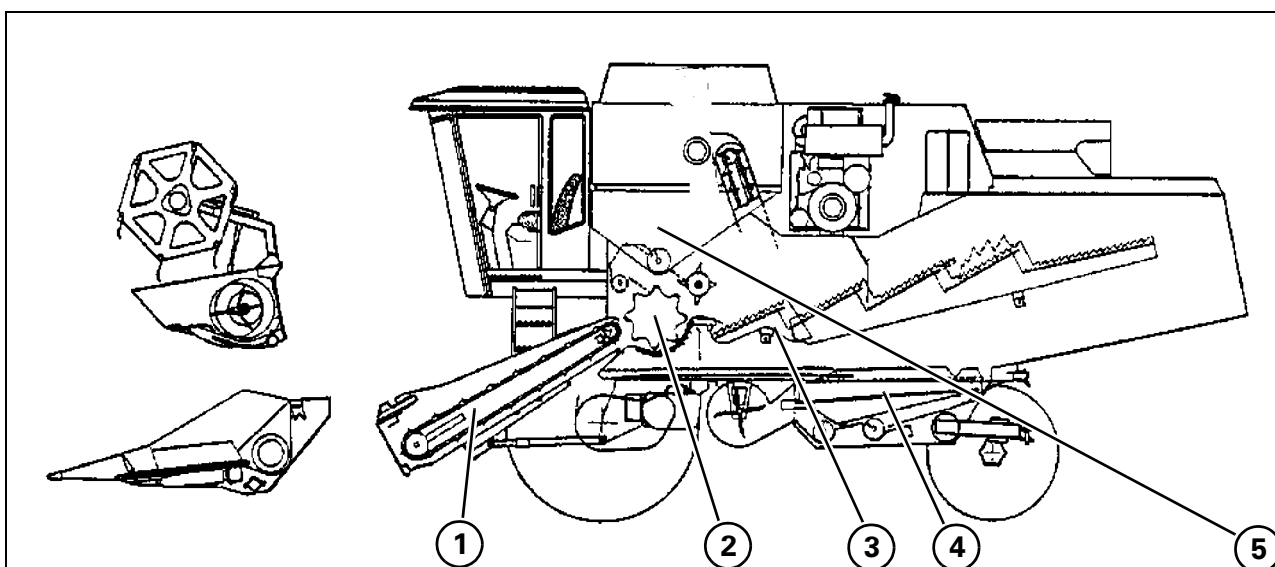

Рис. 1
**Комбайн выполняет пять основных операций - Рис. 1**